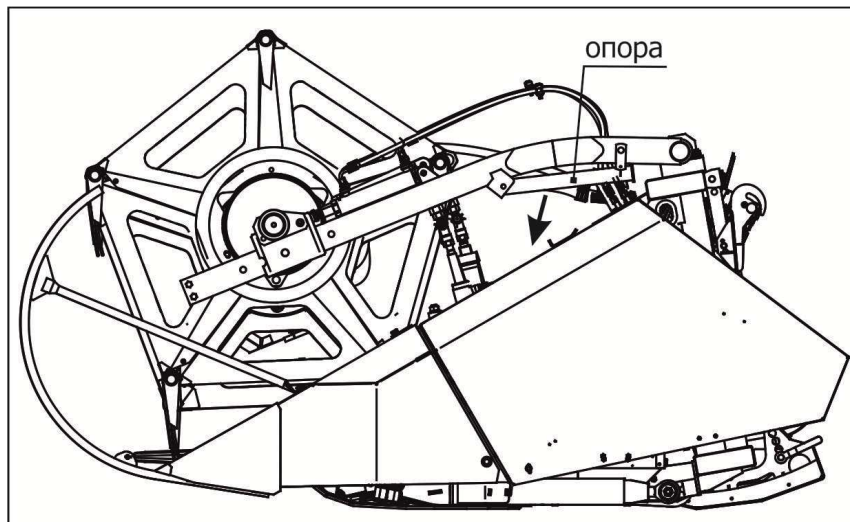

Рисунок 6.1
**ВНИМАНИЕ!** ПЕРЕД ОБСЛУЖИВАНИЕМ ЖАТКИ ДЛЯ ФИКСАЦИИ МОТОВИЛА ВЫСТАВИТЬ ОПОРЫ (см. рисунок 6.1).